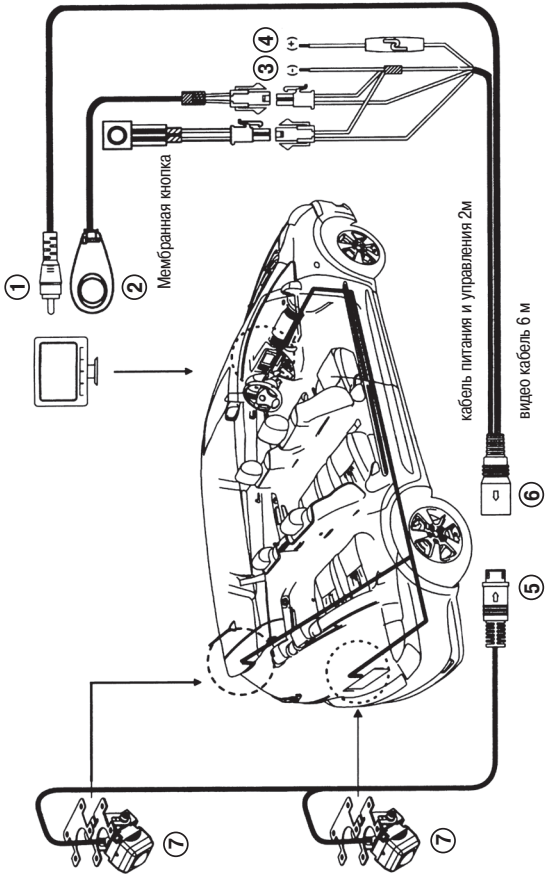

Рис.3 Схема подключения камеры CRM CRX-4007
- Выберите наиболее подходящее место для установки вашей видеокамеры. Камера CMR CRX-4007 крепится на кронштейне (поз. 6, рис. 3), и может быть закреплена на рамку вокруг номерного знака или нижнюю кромку багажника. Необходимо выбрать такое положение камеры, чтобы в поле зрения находилась вся область за задним бампером автомашины.
- Проведите за обшивкой кабель питания и видеосигнала вдали от острых и подвижных деталей кузова и закрепите его. Разъем RCA (поз. 2, рис. 3) кабеля видеосигнала подключите к видеовходу бортового компьютера, TV, внешнего монитора (например, CRX-4301) или монитора, встроенного в зеркало (например CRX-4201).
- Подключите красный провод питания (поз. 3, рис. 3) к проводу, подающему 12В на фонарь заднего хода. Черный провод (поз. 4, рис. 3) подключите к массе.
- Соедините штекеры (поз. 5 и поз. 6, рис. 3) между собой.